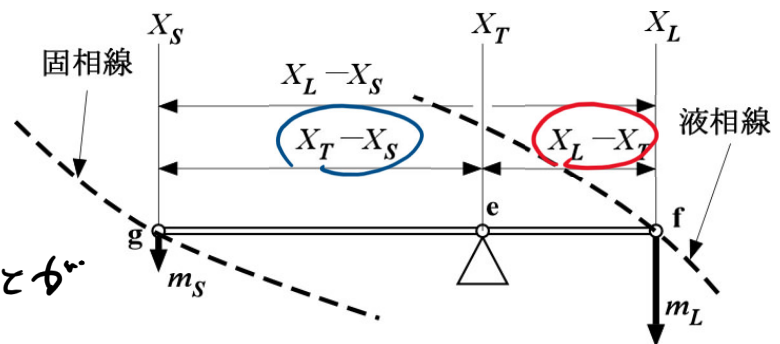

図 11.2 てこの法則
→ 仮想的なてこ (図 11.2) に基づくと, 式(2)' が成り立つことがわかる... 「てこの関係」
- なぜ「てこ」という名称なのか？ ←図 11.2 を見て「てこだ！」って思いませんか？